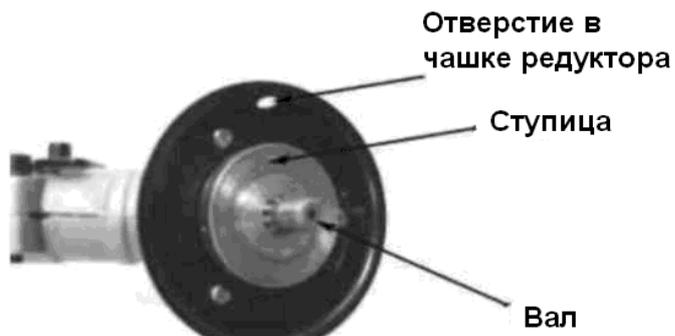

Рис.8
- ✓ Совместите отверстие в ступице вала с отверстием в чашке редуктора (рис.8)